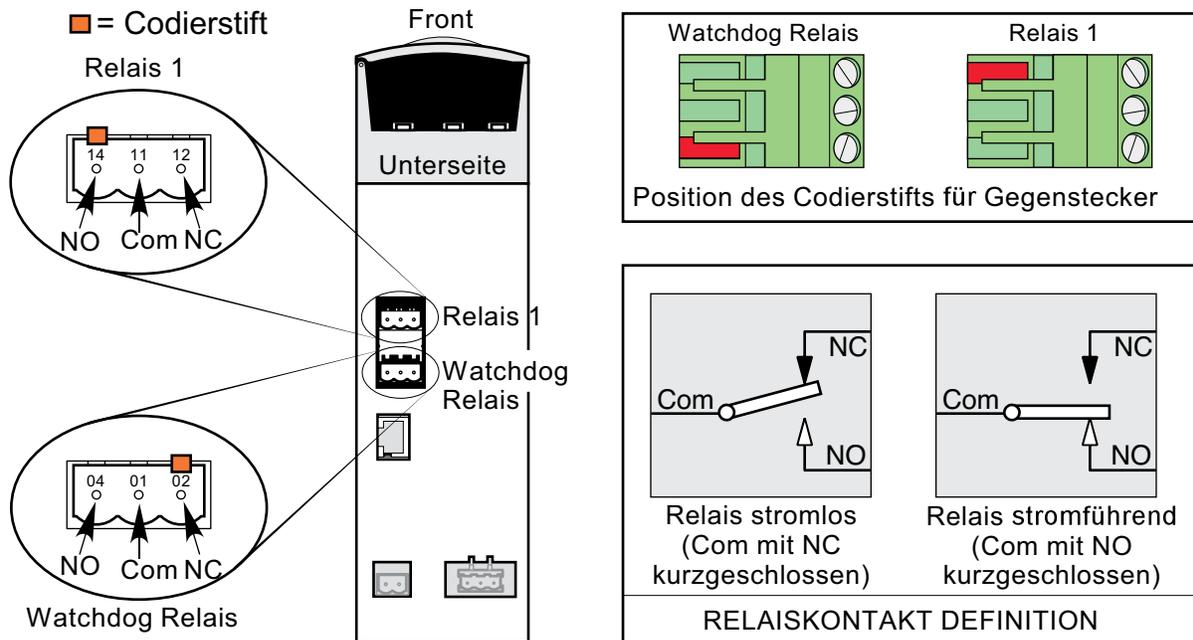

Abbildung 2.2.1d Position und Verdrahtung der Relaisanschlüsse
Das „Watchdog“ Relais wird mit einem Anschluss auf der Unterseite des Treibermoduls verbunden (Abbildung 2.2.1d).
Dieses als Standard gelieferte Relais finden Sie direkt über dem Watchdog Relais (Abbildung 2.2.1d). Die Funktion (stromführend/stromlos) des Relais wird von der Software kontrolliert und kann von Ihnen vollständig konfiguriert werden. Die Begriffe Schließer (NO) und Öffner (NC) beziehen sich auf das Relais im stromlosen Zustand. Haben Sie optionale E/A Module eingebaut (Abbildung 2.2.1c) stehen Ihnen bis zu drei weitere Relais zur Verfügung.